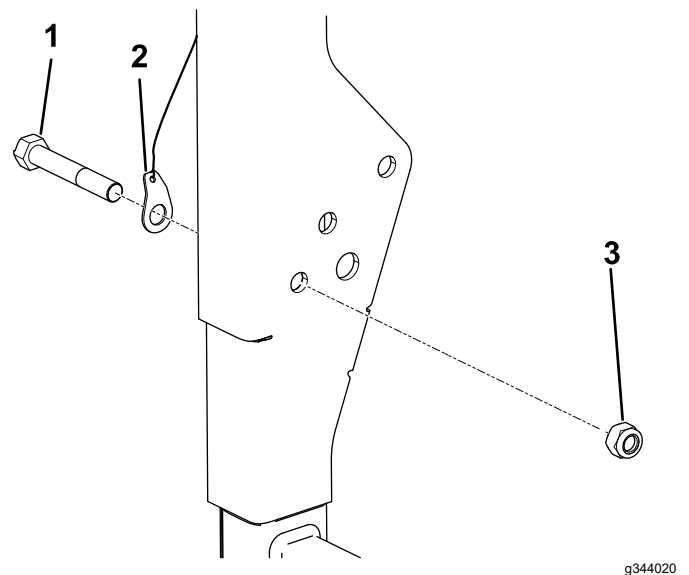

Figura 8
2. En el mismo lado del ROPS en el que tiene pensado instalar el kit, retire la tuerca y el perno del ROPS y deséchelos; consulte la Figura 8.